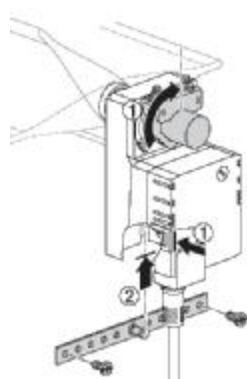

Рис. 6
3. Ввести выступ крепежной планки (входит в комплект поставки) в паз на поверхности привода, примыкающей к заслонке. (Рис. 6)